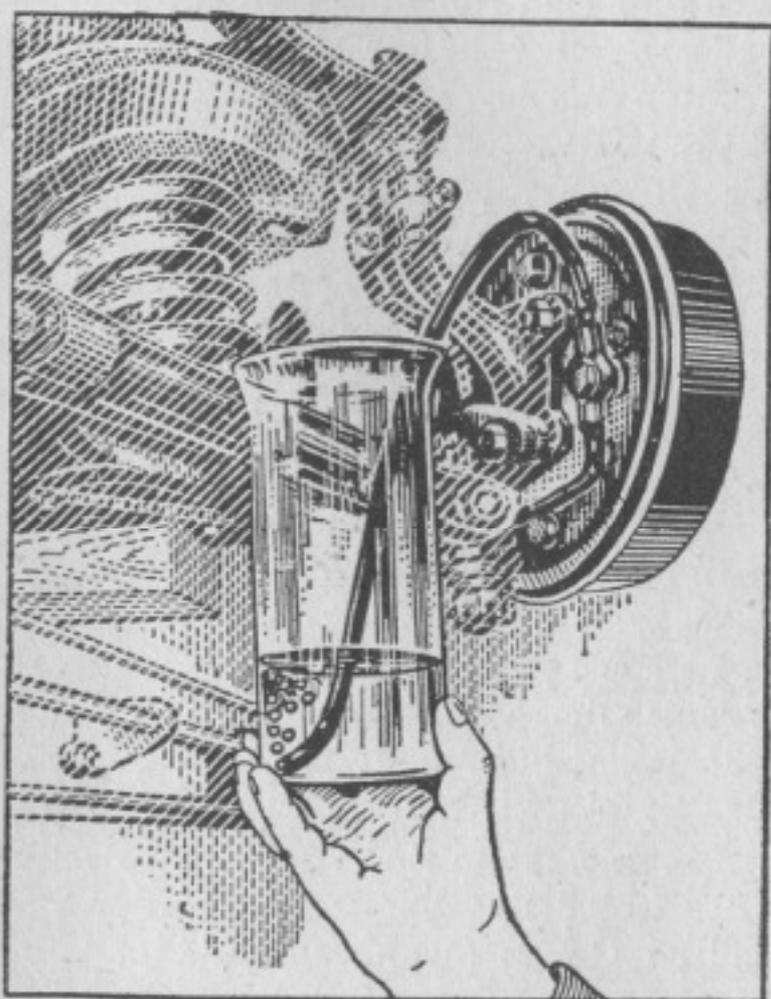

Abb. 30. Entlüftung der hydraulischen Bremse
3. Gummischutzkappe von der Entlüfterschraube des Radbremszylinders\* abnehmen und auf die Schraube den Entlüftungsschlauch aufstecken (der mit dem Fahrwerkszeugsatz mitgeliefert wird). Das freie Ende des Entlüftungsschlauchs wird in ein Glas mit mindestens 0,5 l Bremsflüssigkeit versenkt. Das Glas muß hierbei bis zur Hälfte mit Bremsflüssigkeit gefüllt sein (siehe Abb. 30)\*\*.